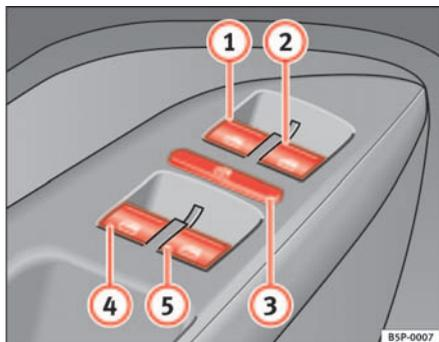

Fig. 70 Detalle de la puerta del conductor: mandos para las ventanillas delanteras y traseras
Las teclas ⇒ página 109, fig. 70 ① y ② tienen dos posiciones para la apertura de las ventanillas y otras dos para el cierre. De este modo es más fácil controlar las operaciones de apertura y cierre.